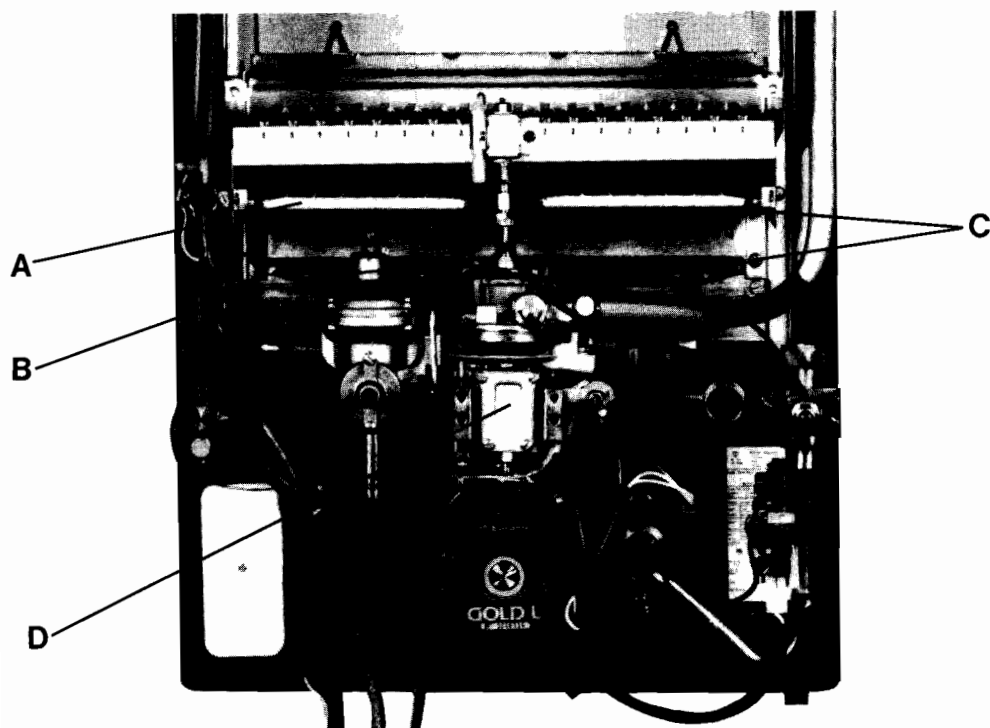

Fig. 17
Fig .17 bis
**Section 7 :To replace the burner main injectors (Fig. 17).**